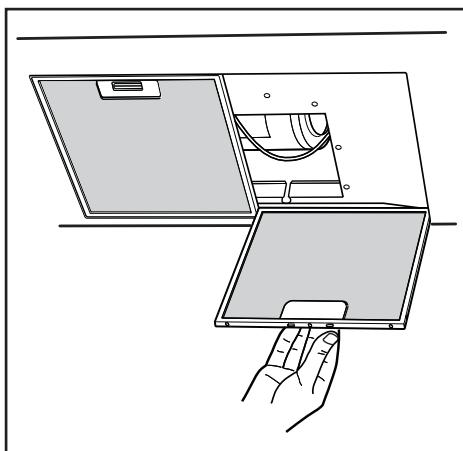

Fig.7
• La distanza minima fra la superficie di supporto dei recipienti di cottura sul dispositivo di cottura e la parte più bassa della cappa da cucina deve essere di almeno 65 cm. Se dovesse essere usato un tubo di connessione composto di due o più parti, la parte superiore deve essere all'esterno di quella inferiore. Non collegare lo scarico della cappa ad un condotto in cui circoli aria calda o utilizzato per evacuare fumi degli apparecchi alimentati da un'energia diversa da quella elettrica. Prima di procedere alle operazioni di montaggio, per una più facile manovrabilità dell'apparecchio disinserire i filtro/i antigraffio (Fig.7).